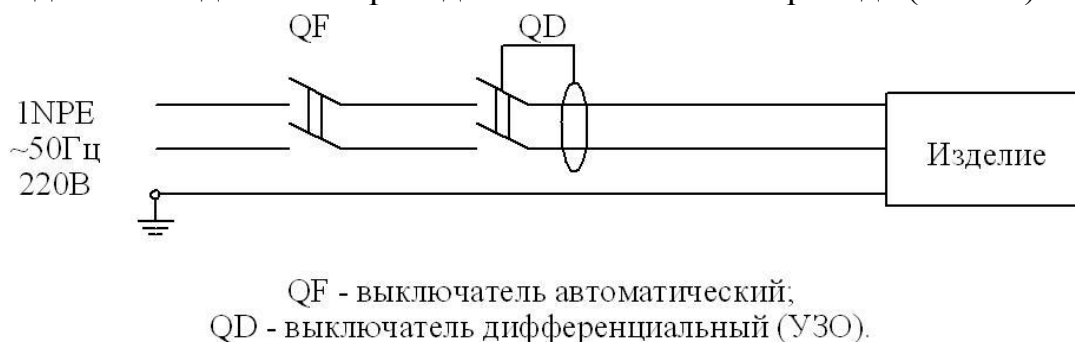

Рис. 1. Схема подключения изделия к электросети.
6. 3. Изделие подключать к питающей электрической сети через внешний провод (кабель), который должен иметь три жилы с сечением 1,5-2,5 мм² для изделий с электросхемой на напряжение 220 В (рис. 1), для линий питания длиной свыше 5 м использовать кабели с сечением 2,5 мм². Внешний провод (кабель) подключать к сети через автоматический выключатель и дифференциальный выключатель (УЗО), а к изделию через автоматический выключатель в электрошите изделия. Выбор автоматического выключателя производить по большему ближайшему значению уставки срабатывания, выбор дифференциального выключателя - номинальный ток выше номинального тока автоматического выключателя и номинальный отключающий дифференциальный ток 30 мА. Для цепей защитного заземления изделия в электрошите предусмотрен болт заземления, к которой должен подключен провод “земля” внешнего провода (кабеля).